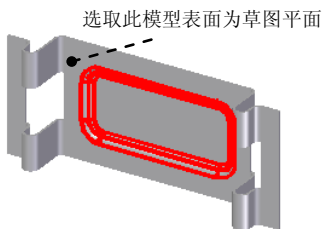
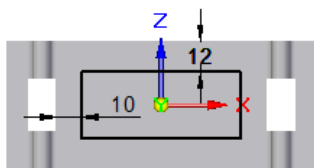
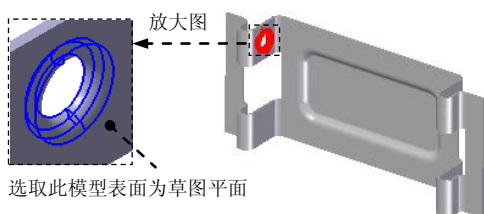
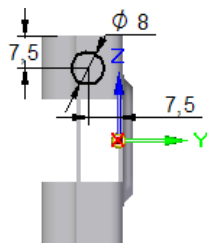

图 8.11.20 凹坑特征 1
图 8.11.21 截面草图
图 8.11.22 冲压除料特征 1
图 8.11.23 截面草图
(3) 单击命令条中的 **完成** 按钮, 完成特征的创建。
Step10. 创建图 8.11.20 所示的凹坑特征 1。
(1) 选择命令。单击“主页”功能选项卡“钣金”工具栏中的“凹坑”按钮 。
(2) 绘制凹坑截面。选取图 8.11.20 所示的模型表面为草图平面, 绘制图 8.11.21 所示的凹坑截面草图。
(3) 定义凹坑属性。在命令条中单击  按钮, 单击“偏置尺寸”按钮 , 在 **距离:** 文本框中输入值 2.5, 单击  按钮, 在 **拔模角 (T):** 文本框中输入值 35; 在 **倒圆** 区域选中 ☒ **包括倒圆 (I)** 复选框, 在 **凸模半径** 文本框中输入值 1.5, 在 **凹模半径** 文本框中输入值 2.5; 选中 ☒ **包含凸模侧拐角半径 (A)** 复选框, 在 **半径 (R):** 文本框中输入值 4, 单击 **确定** 按钮; 定义其冲压方向如图 8.11.20 所示, 单击“轮廓代表凹模”按钮 。
(4) 单击命令条中的 **完成** 按钮, 完成特征的创建。
Step11. 创建图 8.11.22 所示的冲压除料特征 1。
(1) 选择命令。在“主页”功能选项卡中“钣金”工具栏中单击  按钮, 选择  冲压除料 命令。
(2) 绘制凹坑截面。选取图 8.11.22 所示的模型表面为草图平面, 绘制图 8.11.23 所示的凹坑截面草图。
(3) 定义属性。在命令条中单击  按钮, 在 **距离:** 文本框中输入值 1.5, 单击  按钮, 在 **倒圆** 区域选中 ☒ **包括倒圆 (I)** 复选框, 在 **凹模半径** 文本框中输入值 0.5; 取消选中 ☐ **包含凸模侧拐角半径 (A)** 复选框, 单击 **确定** 按钮; 定义其冲压方向如图 8.11.22 所示, 单